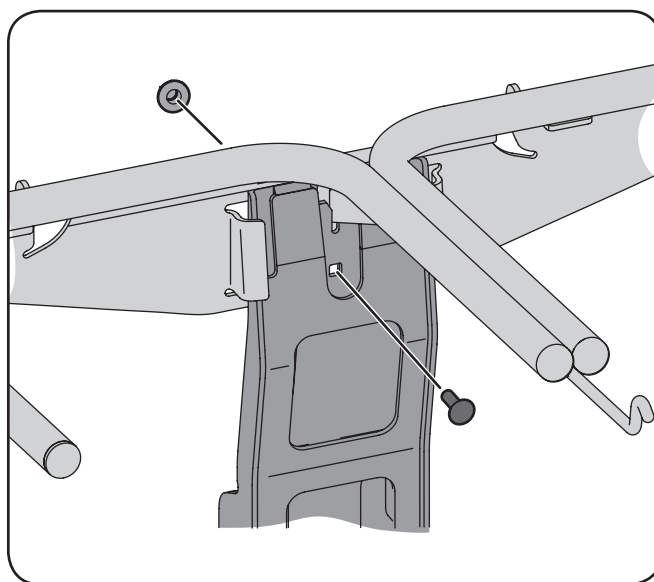

Figura 4-9
4. Instale el conjunto de suspensión en el soporte de apoyo vertical mediante un perno de carruaje (710-0276) y el pomo de mariposa (720 a 04.122) del paquete de tornillería 689-00328A. Vea la Figura 4-9.